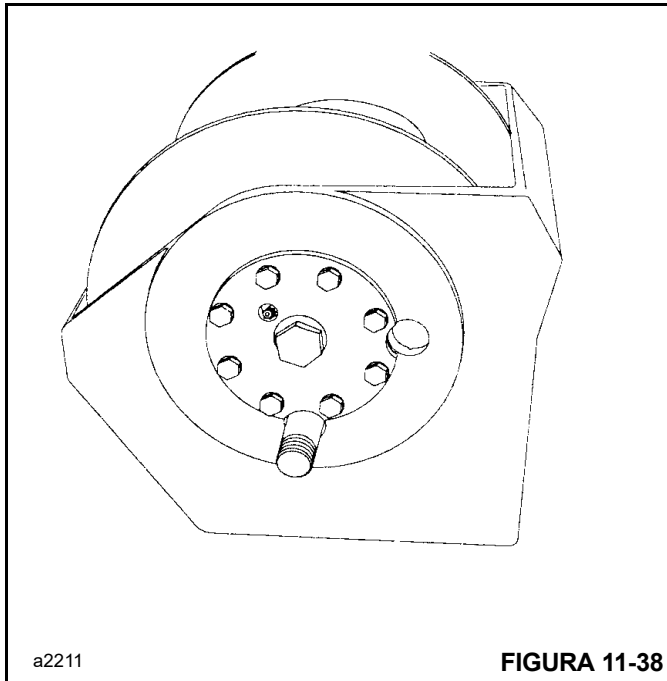

FIGURA 11-38
1. Alinee el agujero de vaciado del tambor con un agujero de la placa lateral de soporte antes de sacar las man-gueras y los pernos de montaje. Después de retirar el malacate de su montaje, limpie completamente las superficies exteriores. Para vaciar el aceite, coloque un trozo corto de tubo roscado de 1 pulg en las roscas más grandes del agujero de vaciado (Figura 11-38). Si es necesario, inserte una barra en la cavidad de anclaje de la cuña y haga girar manualmente el tambor en el sen-tido para levantar una carga hasta que los agujeros de vaciado queden alineados.